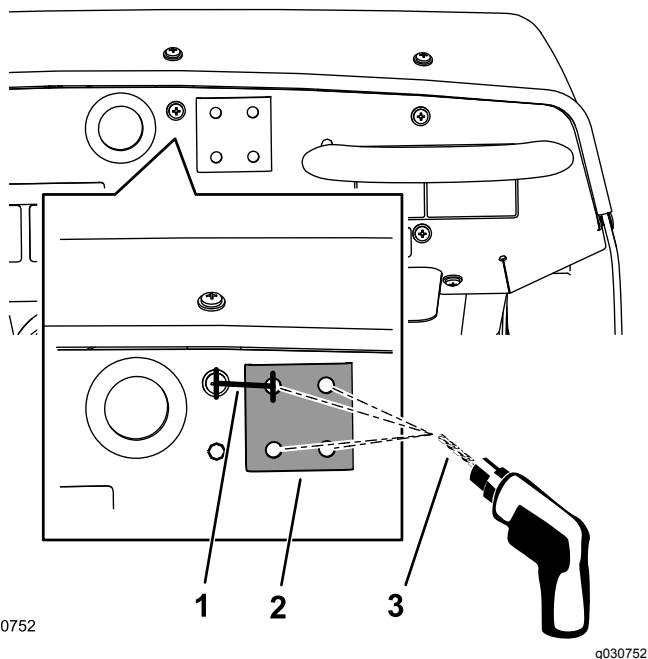

Рисунок 157
7. Выровняйте усиливающую пластину горизонтально по верху приборной панели и, используя усилитель в качестве шаблона, просверлите оставшиеся 3 отверстия в приборной панели (Рисунок 157).
1. На приборной панели машины найдите винт справа от отверстия в виде втулки в приборной панели (Рисунок 157).
2. Отмерьте вправо от центра винта расстояние 33,3 мм и карандашом отметьте это место вертикальной линией (Рисунок 157).
5. Просверлите отверстие в приборной панели в месте отметки керна сверлом диаметром 8 мм (Рисунок 157).